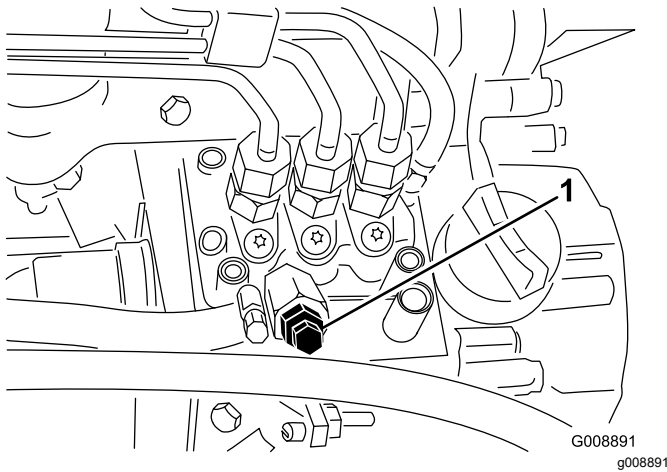

Figure 36
4. Desserrez la vis de purge sur la pompe d'injection (Figure 36).